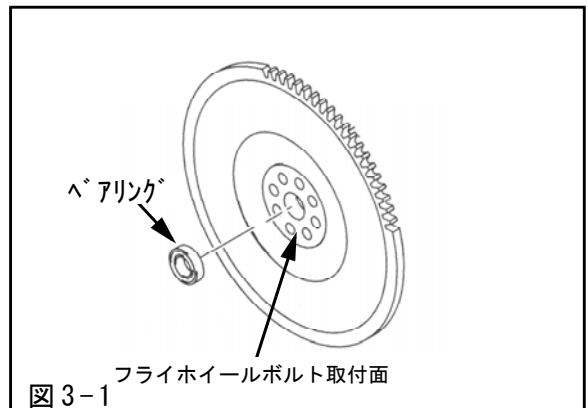

図3-1
- (1) フライホイールにベアリングをプレスを用いて、フライホイールボルト取付け面と同じ高さになるまで圧入してください。(図3-1) (P3×1, P6×1)